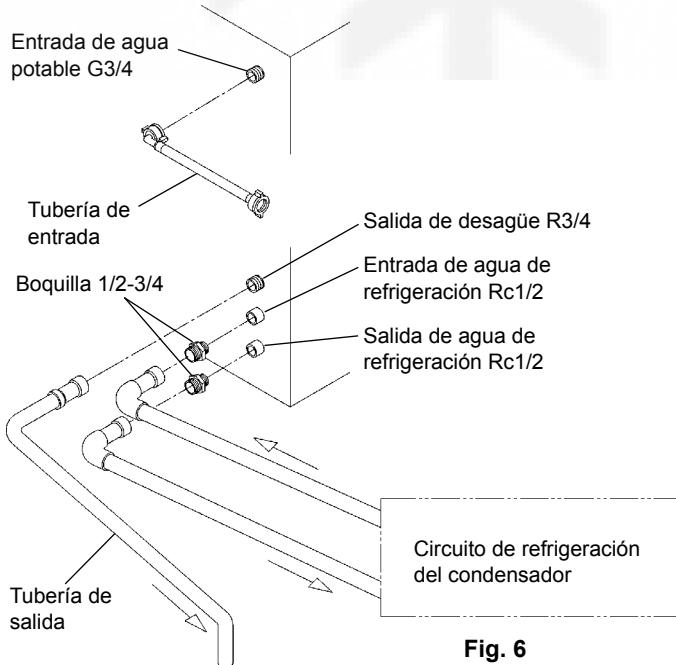

Fig. 6
- * Hoshizaki recomienda conectar el condensador refrigerado con agua a un sistema de refrigeración de tipo recirculación de circuito cerrado que utilice una torre, un enfriador de agua o un dispositivo similar (véanse las figs. 6 y 7). La producción de agua debería tener lugar mediante una disposición de tipo válvula de bola/depósito de rotura.
[a] Conexiones estándar de acuerdo con la normativa WRC del Reino Unido (figs. 6 y 7)
- 5) Conectar el circuito de refrigeración del condensador a los extremos libres de las boquillas 1/2-3/4 como se indica (fig. 6), utilizando para ello una tubería de tipo rígido adecuada. Se deberá utilizar cinta P.T.F.E., un compuesto sellador adecuado, o ambas cosas, para obtener una unión sin goteras.